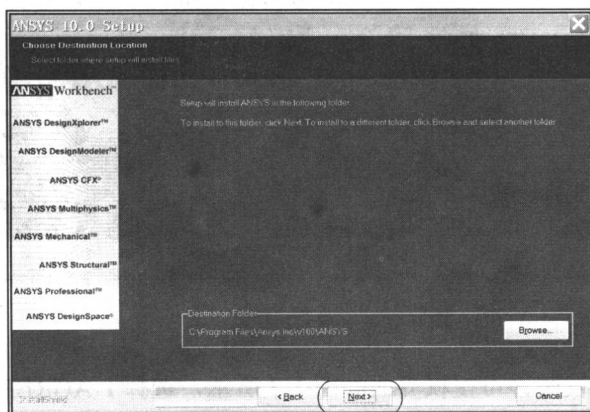

图 1-5 选择 ANSYS 安装路径
⑤ 出现选择 ANSYS 安装路径界面如图 1-5 所示, 选择安装路径, 单击 Next 按钮进行下一步安装。本例中选择安装程序的默认安装路径进行安装。